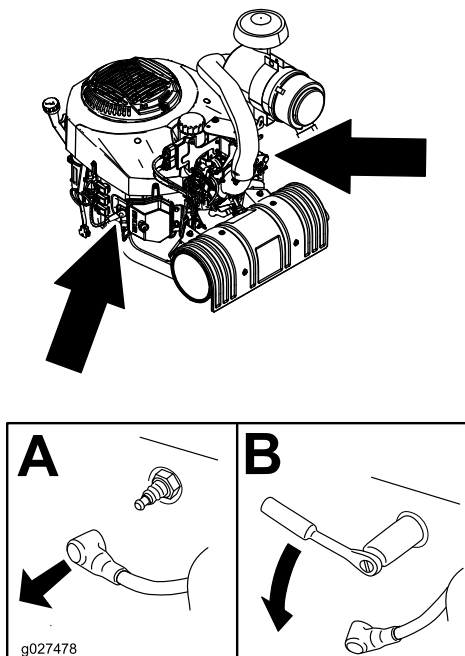

Figura 37
3. Individuate la posizione della/delle candela/e come illustrato nella Figura 37 e rimuovetele.